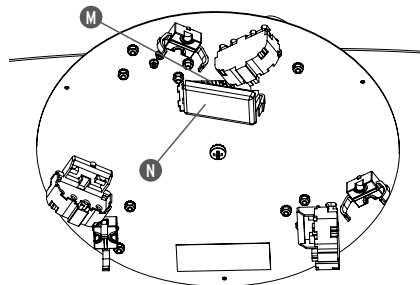

Fig. 4
- <IT> Fig.4 Chiudere l'apertura (M) del corpo con il coperchio di protezione (N) fornito in dotazione.
- <GB> Fig.4 Close the opening (M) in the body with the protection cap (N) supplied.
- <DE> Abb.4 Spalt (M) des Körpers mit dem mitgelieferten Schutzdeckel (N) schließen.
- <FR> Fig.4 Refermer l'ouverture (M) du corps avec le cache de protection (N) fourni avec le luminaire.
- <ES> Fig.4 Cerrar la apertura (M) del cuerpo del aparato con la tapa de protección (N) suministrada con el aparato.
- <PT> Fig.4 Fechar a abertura (M) do corpo com a tampa de protecção (N) fornecida em dotação.
- <RUS> Рис.4 Закрыть проём (M) корпуса защитной крышкой (N), предоставляемой в принадлежности.
- < J > 図4. 本体上の溝(M)を備品の保護カバー(N)にて覆います。